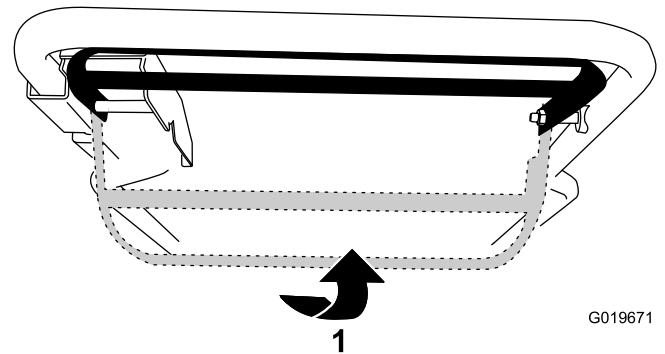

Figura 13
- Para activar la autopropulsión sin activar la cuchilla: Levante la barra de control de la cuchilla hasta el manillar (Figura 13).